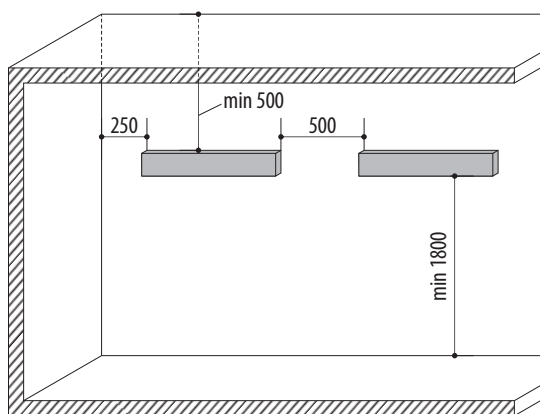

Рисунок 6.
- 1.9. Конструкция обогревателей позволяет применять их как единичный обогреватель, так и в любых необходимых количествах при соблюдении расстояний между обогревателями (см. рис. 6).
7.2. При выборе места установки следует учитывать, что для безопасной работы обогревателя необходимо обеспечить: расстояние до пола — не менее 180 см , до боковой стены — не менее 25 см , свободное пространство над обогревателем — не менее 50 см (см. рис. 6, 7). Минимальные расстояния от обогревателя до различных поверхностей приведены на рисунке 6. Минимальное расстояние от обогревателя до мебели, бытовой техники и других легковоспламеняющихся поверхностей — 500 мм .